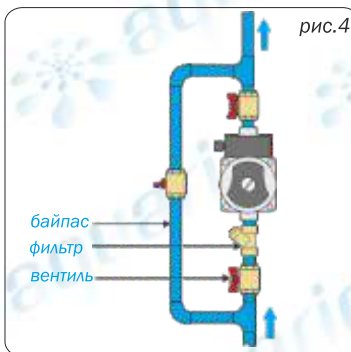

рис.4
- Предусмотрите устройство байпаса и отсекающих вентилях, позволяющих пользоваться водой при поломке и демонтаже насоса (рис.4).